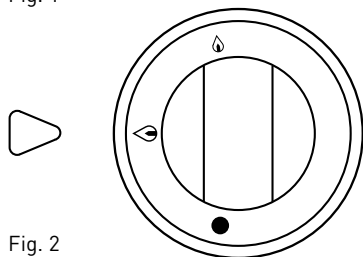
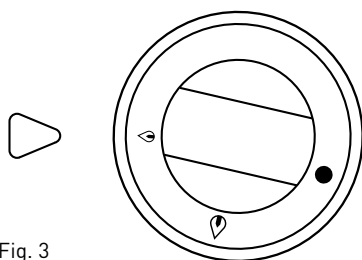

Fig. 2
Fig. 3
- Tournez le bouton le plus bas ON/OFF du mécanisme de chauffage (3) situé à côté du cadre fixe (1) sur le signe „grande flamme” (fig. 2).
- Maintenant le gaz sort du radiateur. Allumez immédiatement le gaz (2) et attendez 10 à 15 secondes en maintenant la position appuyée, puis tournez le bouton dans cette position.
- Fixez le mécanisme inférieur de verrouillage de la broche (10) en utilisant la poignée de fixation (11) dans une telle position dans laquelle la viande Doner Kebab sera mise.
- Insérez la broche (9) avec la viande Doner Kebab dans le mécanisme inférieur et supérieur de verrouillage de la broche (10 et 8) et bloquez le mécanisme supérieur.
- Avant de mettre la broche déplacez dans une position centrale le mécanisme supérieur de verrouillage de la broche (8) le long du profil pour le déplacement du moteur (7).
- Pour tourner la viande Doner Kebab sélectionnez la position „I” ou „II” (selon la direction de la rotation souhaitée) sur l'interrupteur de commande du moteur (5), situé sur le corps du moteur (4).
- S'il suffit réduire la chaleur des radiateurs, tournez le bouton ON/OFF du mécanisme de chauffage dans une position „petite flamme” (fig. 3).